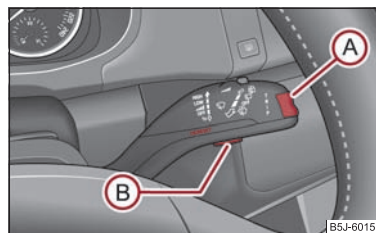

Abb. 20 Informationsdisplay: Bedienelemente
- **MAIN MENU (HAUPTMENÜ)** aktivieren Sie durch Drücken der Wipptaste **(A)** ⇒ Abb. 20 länger als 1 Sekunde.